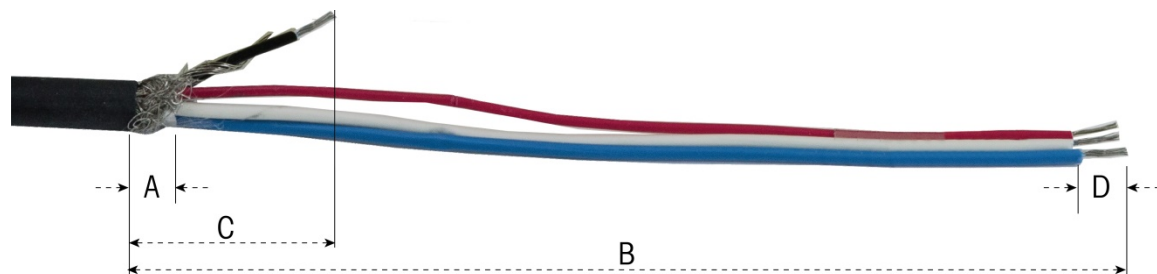

Figura 2-80: Preparación del cable PowerMount – Montaje en panel
1. Corte y remueva una longitud adecuada del forro de aislamiento, el blindaje trenzado interno y el aislamiento como se muestra en la Figura 2-80. Las longitudes sugeridas se indican en la Tabla 2-9.
11. Enrede el alambre de fuga en el alambre negro. Engarce el terminal de anillo proporcionado en el extremo de este ensamble como se muestra en la Figura 2-80.